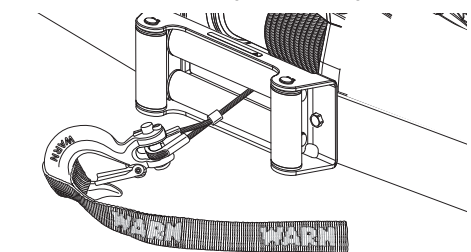

Abbildung 8
11. Befestigen Sie den Haken und den Hakengurt an der Windenseilschleife und lassen Sie die Kupplung wieder einrasten. Abbildung 8.